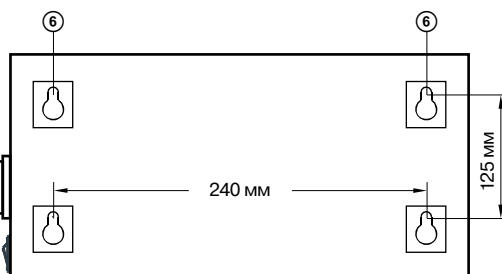

Рис. 2. Задняя стенка
- Далее произведите монтаж крепежных элементов (приобретаются отдельно) в стене, исходя из расположения кронштейнов ⑥ на задней стенке стабилизатора (рис. 2).
**Важно! Перед подключением стабилизатора убедитесь, что все устройства-потребители, которые подключены к нему, выключены, а выключатель стабилизатора ⑨ установлен в положение «OFF».**
- Вставьте шнур питания стабилизатора ⑩ в сетевую розетку.
- Включите стабилизатор выключателем ⑨ (положение RESET).
- В случае корректной работы засветится индикатор ①, а красный индикатор ③ будет мигать. Одновременно цифровой индикатор ④ будет отображать истечение времени задержки. Общее время задержки составляет 6 или 180 секунд в зависимости от положения кнопки «Пауза» (Вкл./Выкл.) ⑧. По истечении времени задержки красный индикатор ③ погаснет, а цифровой индикатор ④ будет отображать напряжение на выходе стабилизатора. И только после этого можно включить подключенные устройства-потребители.